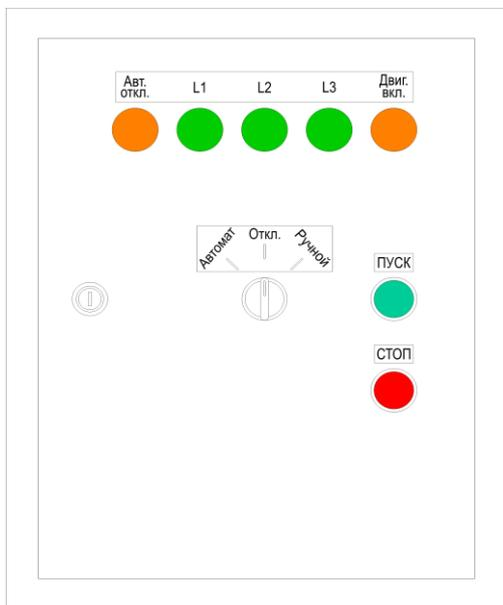

Рис. 3. Внешний вид двери ШУЭ с элементами индикации и управления
- клеммной колодки (В2), объединяющей нейтраль (N) внутри ШУЭ;
- шины подключения нейтрали внешней нагрузки (З) (см. рисунок 3);
6.2 На лицевой панели ШУЭ располагаются элементы местного управления, световой индикации, а также замок ограничения доступа (см. рисунок 3).
6.4 В ШУЭ реализована следующая светодиодная индикация (см. рис.3):
Для ШУЭ исп.2 подключите ноль электрической сети переменного тока (N) и нулевой провод внешней нагрузки к шине подключения нейтрали внешней нагрузки (З) (см. рисунок 3).